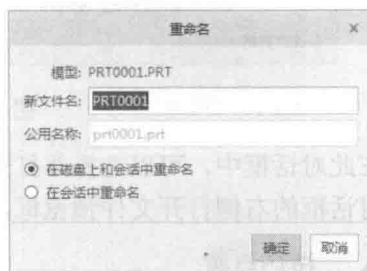

图 1-24 “重命名”对话框
- “重命名”命令：对当前的模型重新命名，单击此命令，会弹出“重命名”对话框，如图 1-24 所示。